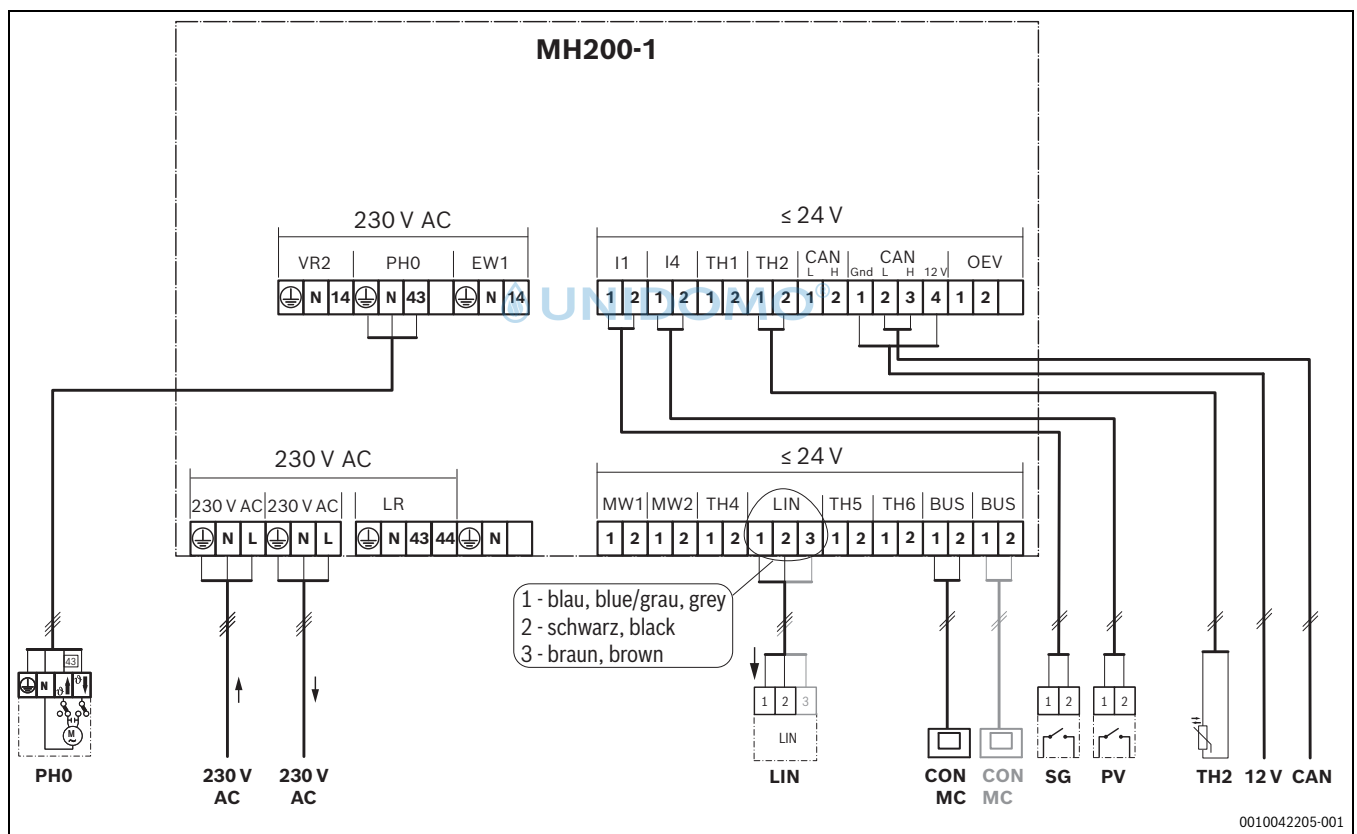

Bild 23 Überblick Anschlussklemmenbelegung
- Sicherstellen, dass die Kabel an den entsprechend markierten Anschlüssen des Moduls angeschlossen sind (→ Bild 23).
### Legende zu Bild 23 und zu den Tabellen 4 und 5):